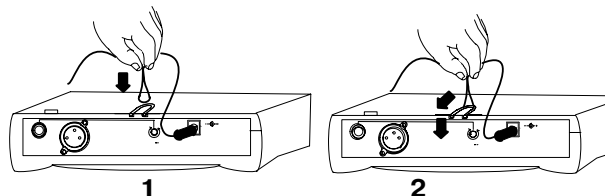

Рис.7 Фиксация сетевого шнура в приемнике серии T4N
1. Подсоедините и включите в сеть блок питания приемника. На приемнике должен загореться индикатор питания. При подключении приемника серии T4N сделайте петлю на шнуре адаптера питания и заведите ее в специальные пазы, расположенные на нижней стороне прибора. (Рис. 7)